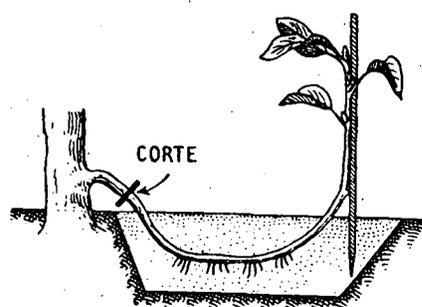

Fig. 4
*Mergulhia*, uma rama enterrada parcialmente, sem ser separada da planta original, enraíza (fig. 4). Ex: craveiros.